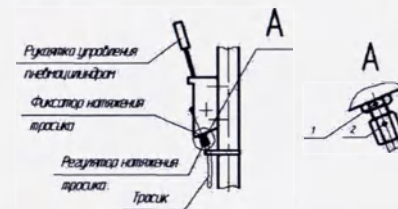

Рисунок 4 Регулировка срабатывания пневмоцилиндра с помощью изменения натяжения тросика
5.3. Ежедневно проверять работу механизмов трансформации верхней части рамы тележки 6 с носилками 2, спинной секции 17 и ножной секции 19 панели носилок. При необходимости, в случае отсутствия опускания верхней рамы 6 с носилками 2 под нагрузкой при нажатии на рукоятку управления пневмоцилиндром 9 производить регулировку срабатывания пневмоцилиндра 7, с помощью изменения натяжения тросика в следующей последовательности (см. рисунок 4):